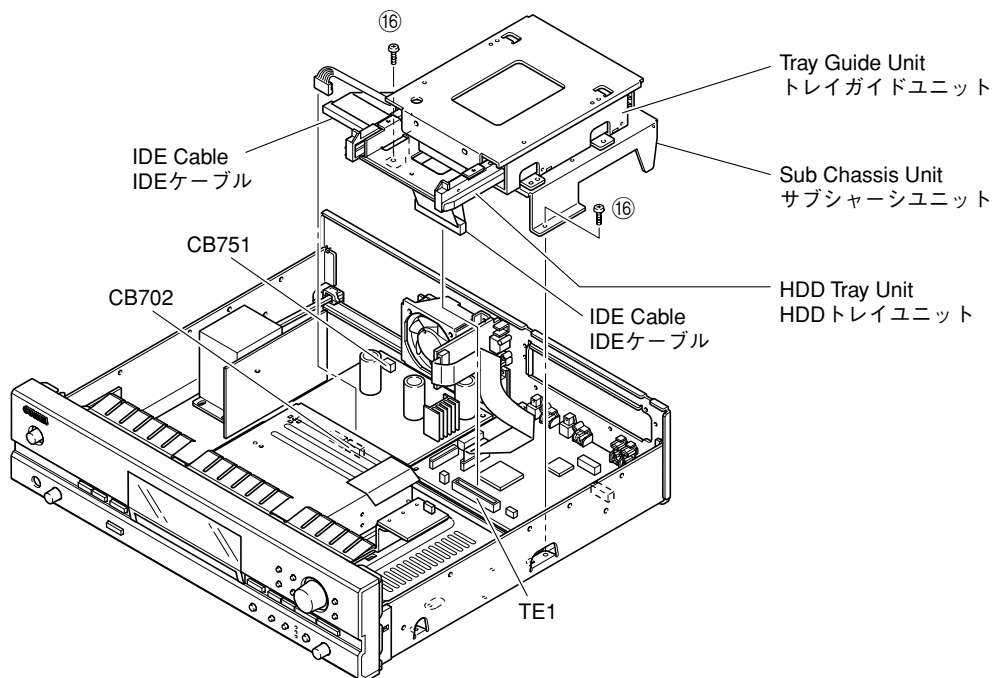

Fig. 18
- Remove 2 screws (16). (Fig. 18)
- Remove CB702. (Fig. 18)
- Disconnect the IDE cable from the CDR unit. (Fig. 18)
- Lift the sub chassis unit, tray guide unit and HDD tray unit and disconnect the IDE cable connected to TE1 of the MAIN P.C.B. (Fig. 18)
- Remove the sub chassis unit, tray guide unit and HDD tray unit. (Fig. 18)
- 16のネジ2本を外します。(Fig. 18)
- CB702を外します。(Fig. 18)
- CDRユニットからIDEケーブルを外します。(Fig. 18)
- サブシャーシユニット、トレイガイドユニットおよびHDDトレイユニットを持ち上げ、MAIN P.C.B.のTE1に接続されているIDEケーブルを外します。(Fig. 18)
- サブシャーシユニット、トレイガイドユニットおよびHDDトレイユニットを取り外します。(Fig. 18)